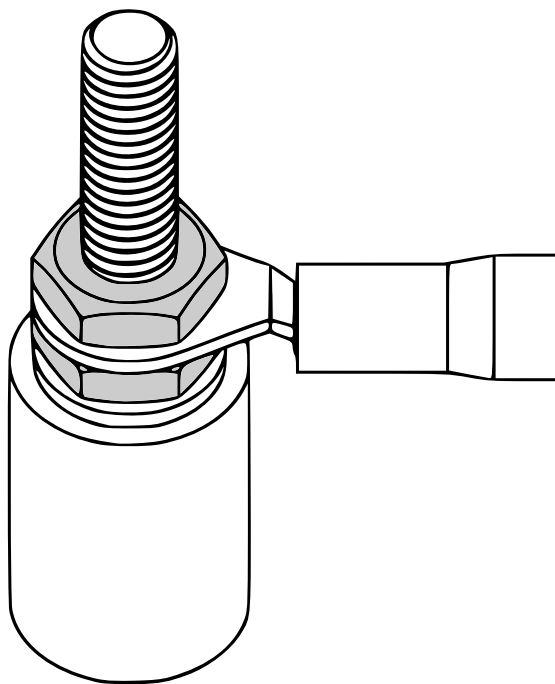

Рисунок 4.1 – Подключение соединительных проводов
8. Подключить соединительные провода к контактам в коммутационной головке или к выводам кабеля датчика (см. рисунок 4.1). Схемы внутренних соединений проводников приведены в приложениях Г и Д.
Во время проверки подключения соединительных проводов следует убедиться, что затянута нижняя и верхняя гайка (см. рисунок 4.1).